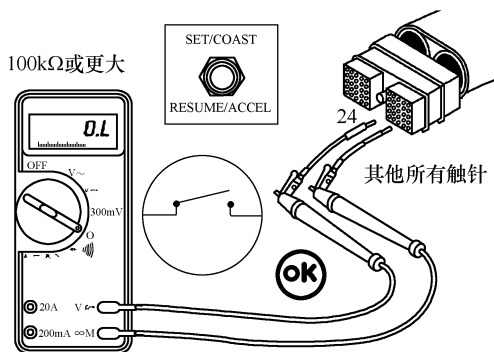

图 5-149 测量触针 24 与插头中其他所有触针间电阻
④ 测量 ECM 插头触针 24 与该插头中其他所有触针间的电阻(图 5-149), 电路应为开路, 电阻大于 $100\text{k}\Omega$ 。如果电阻不正确, 说明触针之间存在短路, 应当进行维修。